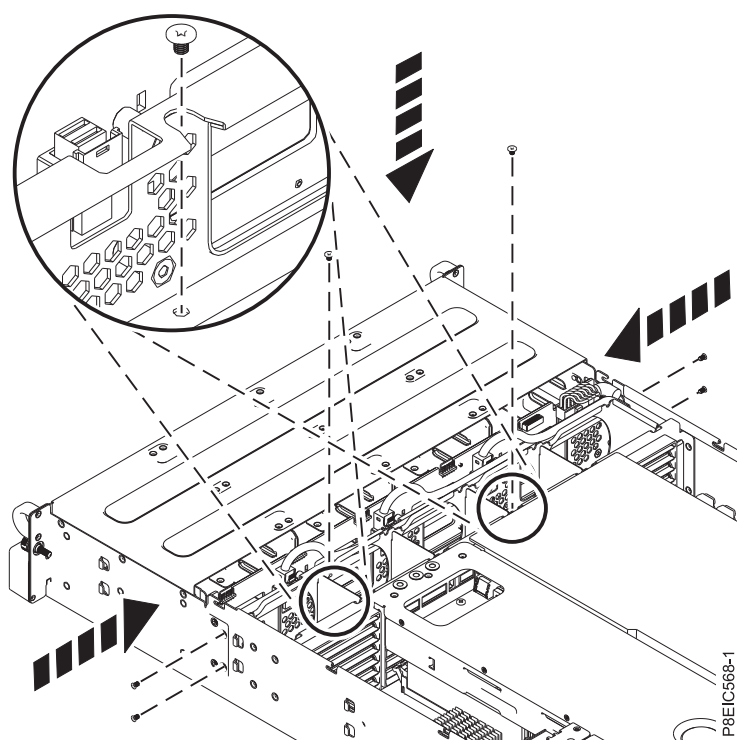

図 31. ディスク・ドライブ・バックプレーンのねじの再取り付け
5. ディスク・ドライブ・バックプレーンの下部に 2 本のねじを再取り付けします (図 31 を参照)。
6. 2 本または 4 本のねじをシャーシの各側面に再取り付けして、ディスク・ドライブ・バックプレーンを固定します (29 ページの図 31 を参照)。